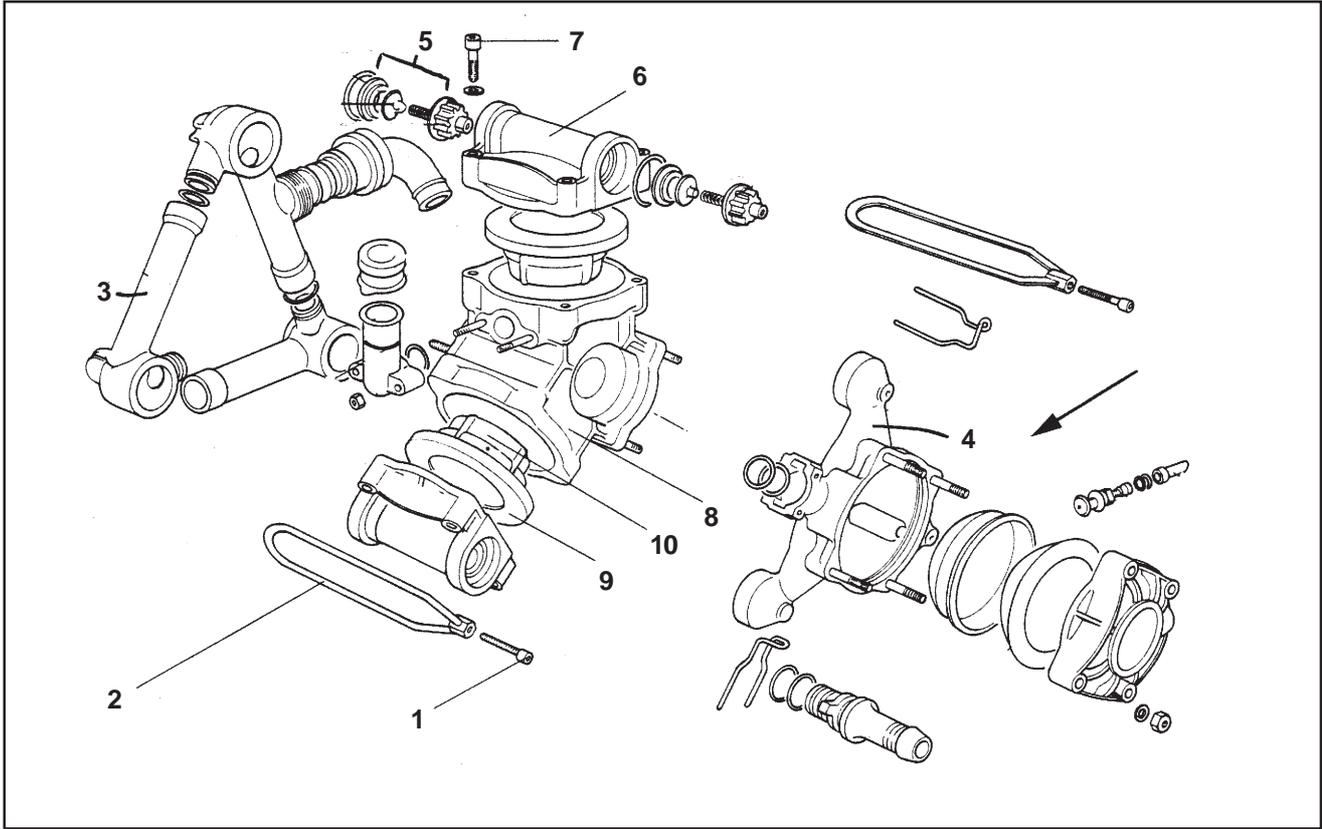
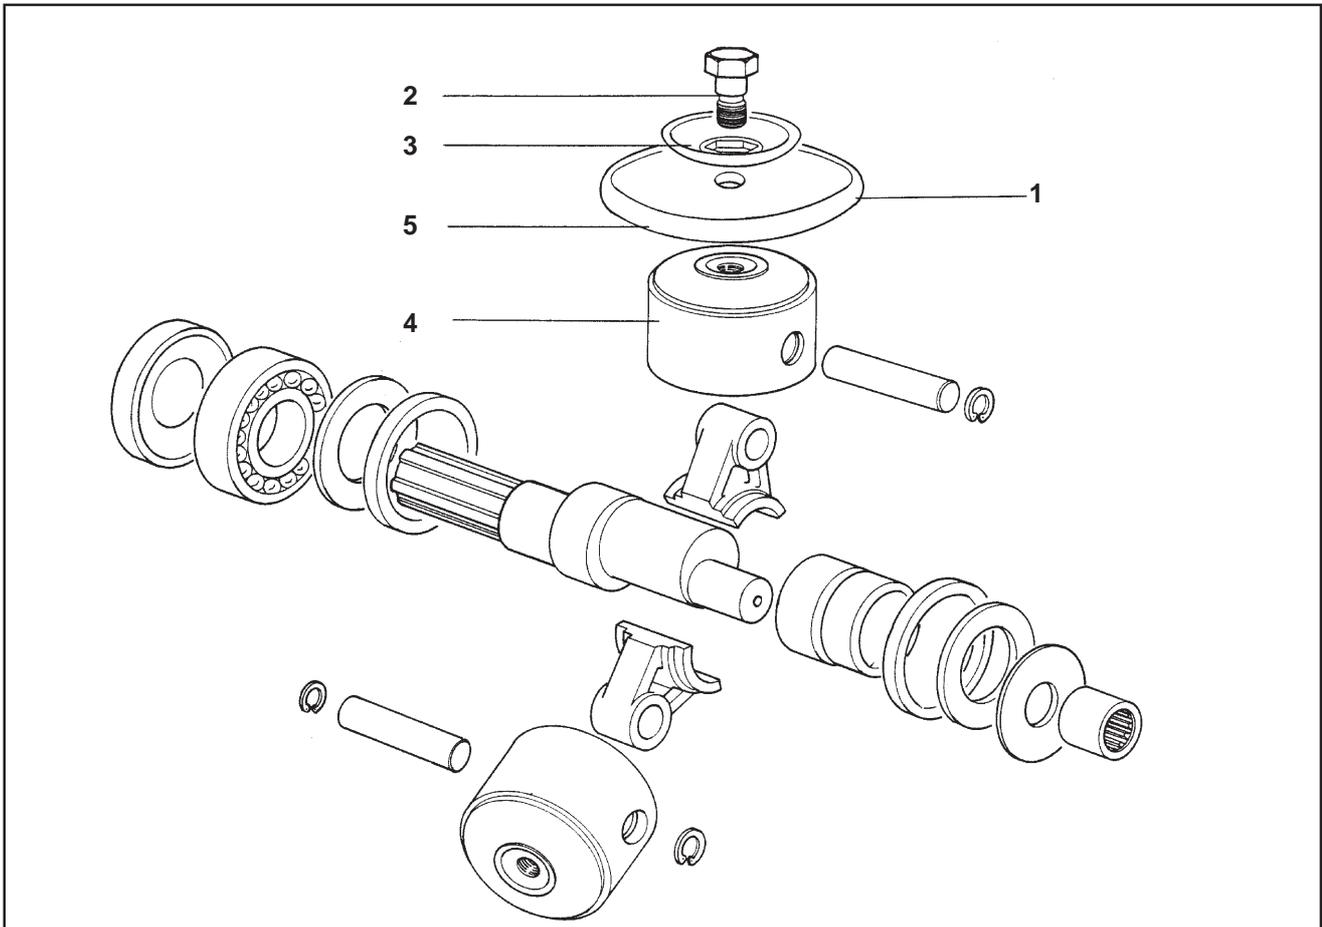

Рис. 9.7
Рис. 9.8
Наличие в маслозаливных штуцерах смеси масла с опрыскивательным раствором и повышенный расход масла - надежный признак неисправности мембраны поршней. В этом случае необходима полная замена всех поршневых мембран (рис. 9.8/1).
Как минимум 1 раз в год проверяйте методом демонтажа состояние поршневых мембран (рис. 9.8/1).
- Отвинтить винты (рис. 9.7/1).
- Снять натяжной бугель (рис. 9.7/2), всасывающей и выпускной патрубки (рис. 9.7/3 и 9.7/4) вместе с клапанной группой (рис. 9.7/5). **Обратить внимание на положение впускного и выпускного клапанов!**
- После удаления винтов (рис. 9.7/7) снять головку блока цилиндров (рис. 9.7/6).
- Проверить поршневые мембраны (рис. 9.8/1).
- Освободить винты (рис. 9.8/2) и снять с поршня (рис. 9.8/4) мембрану (рис. 9.8/1) вместе со стопорной шайбой (рис. 9.8/3).
- Если поршневая мембрана неисправна и когда в корпусе насоса (рис. 9.7/8) обнаруживается смесь из масла и распылительного раствора, необходимо:
- Извлечь цилиндр (рис. 9.7/9) из корпуса насоса.
- Установить цилиндр в корпус насоса с правильным соблюдением гнезд (рис. 9.7/10).
- Установить поршневую мембрану (рис. 9.8/1).
Поршневую мембрану крепить стопорной шайбой и винтами на поршне таким образом, чтобы ее край (рис. 9.8/5) был обращен в сторону головки блока цилиндров (рис. 9.7/6).